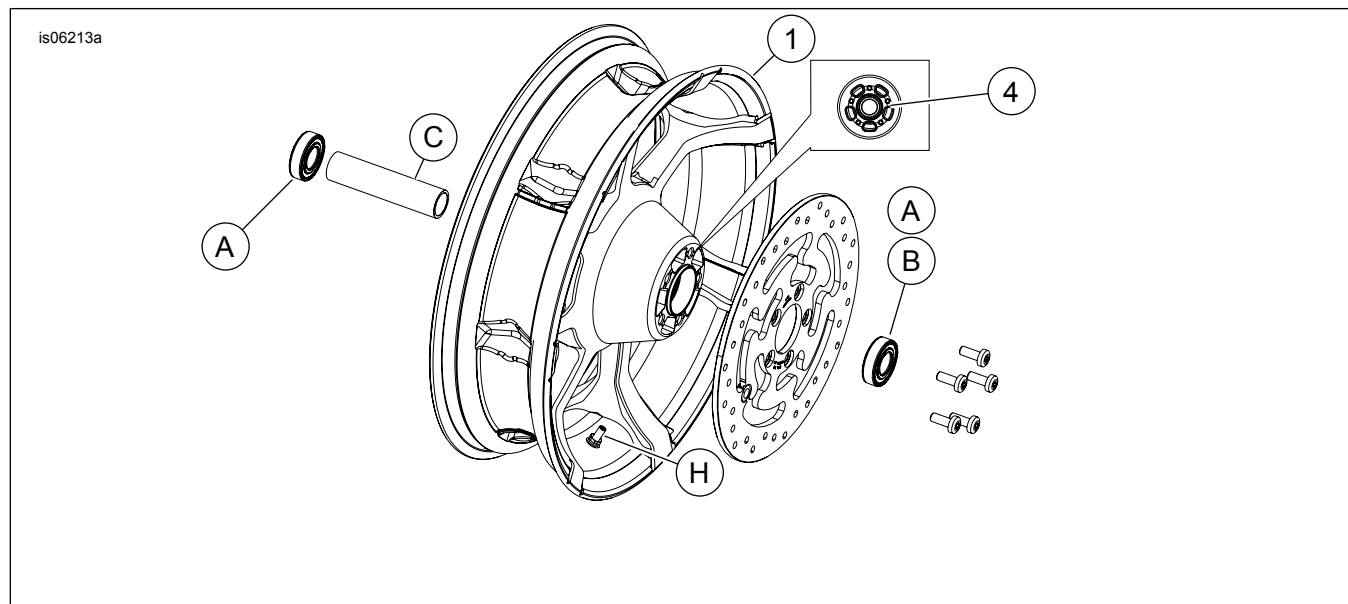

Figure 1. Pièces de rechange : Roue arrière Agitator (modèle 18 pouces illustré)
Consultez Figure 1 et les tableaux des pièces de rechange.
2. Consultez Figure 1 . Installez l'assemblage de corps de valve (H) sur la roue. Consultez le manuel d'entretien.